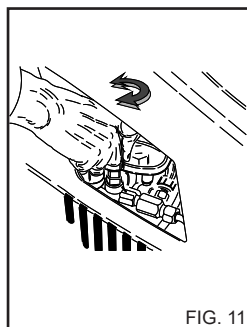

FIG. 11
Este capítulo se refiere únicamente a los modelos provistos del dispositivo «Regulador de presión». El dispositivo regulador de presión, fig. 11, permite regular la presión de trabajo. Girando la empuñadura C en sentido antihorario (B) (mínimo) disminuye la presión de trabajo.